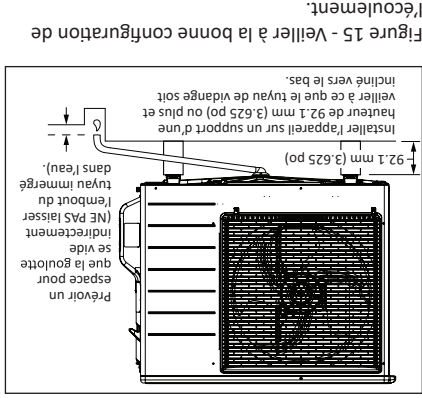

Figure 15 - Veiller à la bonne configuration de l'écoulement.
2 Préparer la zone de manière adéquate de la conduite de condensat au moyen d'un siphon ou d'un collecteur. Voir Figure 15.
- Préparer la zone de manière adéquate de la conduite de condensat au moyen d'un siphon ou d'un collecteur. Voir Figure 15.